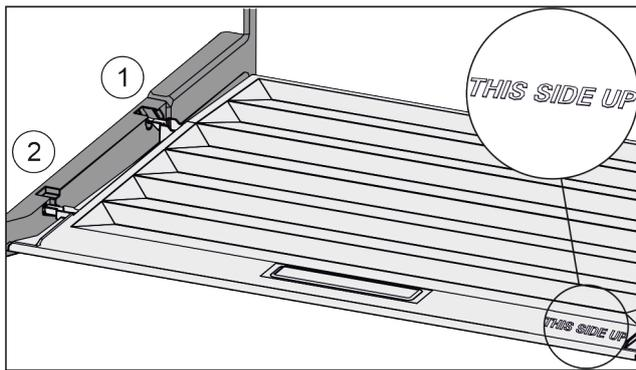

Fig. 151
- ▶ Prečke poklopca uvedite preko otvora stražnjeg držača Fig. 151 (1) i uglavite ih u držač Fig. 151 (2).